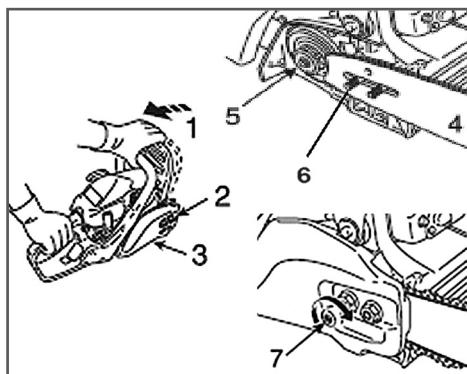

Рис. 2 Установка шины
1. Перед установкой шины и цепи убедитесь в том, что тормоз цепи находится в расторможенном положении. Для этого рукоятку тормоза 1 (Рис.2) потяните на себя до щелчка.
2. Открутите гайки 2 и снимите крышку шины 3 (Рис. 2).
3. Установите шину 4 пазом на шпильки крепления шины 6 и передвиньте ее в сторону муфты сцепления 5 для облегчения установки цепи (Рис. 2).
5. Вращая винт натяжителя цепи 7 (Рис. 2) против часовой стрелки, установите палец натяжителя в крайнее левое положение. Установите на место крышку шины 3 (Рис. 2).
- Отрегулируйте натяжение цепи (см. раздел «Регулировка натяжения цепи») вращая винт натяжителя цепи 7 (Рис. 2) по часовой стрелке.